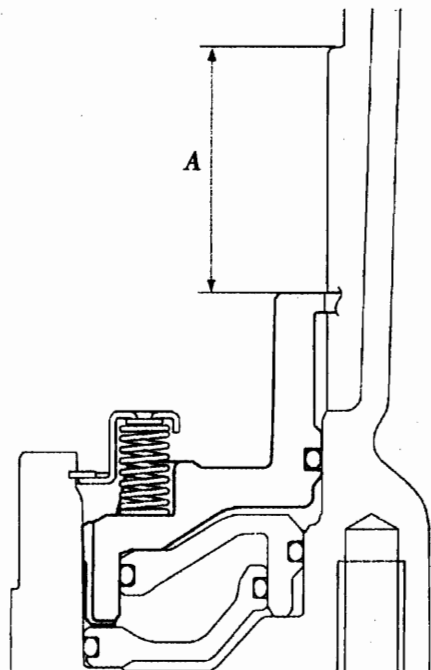

图 12-1-76
②如图 12-1-76 所示, 用游标卡尺测量 1 挡和倒挡制动活塞上表面和 4 号制动法兰座面间的高度差。卡住两端沿直径测量, 并计算平均值。注意: 1 挡和倒挡制动活塞必须牢固地安装在变速器壳端面上。36.35~37.09mm。厚度 H 见表 12-1-2。